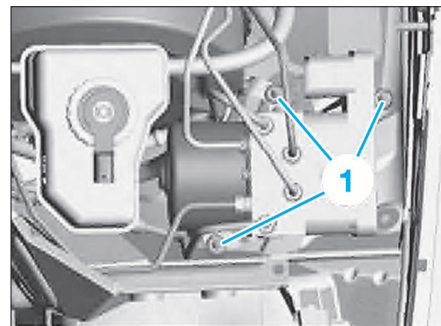

FIG. 27
- Déposer les écrous (1) (Fig.27).
- serrer les écrous (1) à 0,8 daN.m (Fig.27).